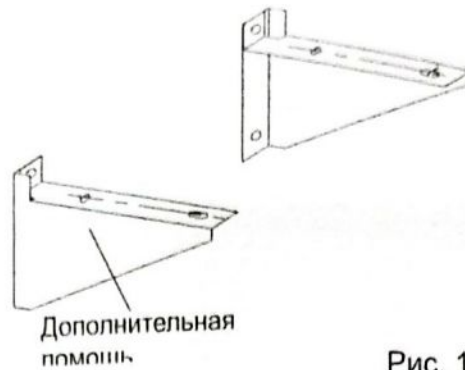

Рис. 10
- Если необходимы установочные кронштейны для установки наружного блока, пользователь может купить кронштейны в нашей компании (Рис. 10) .